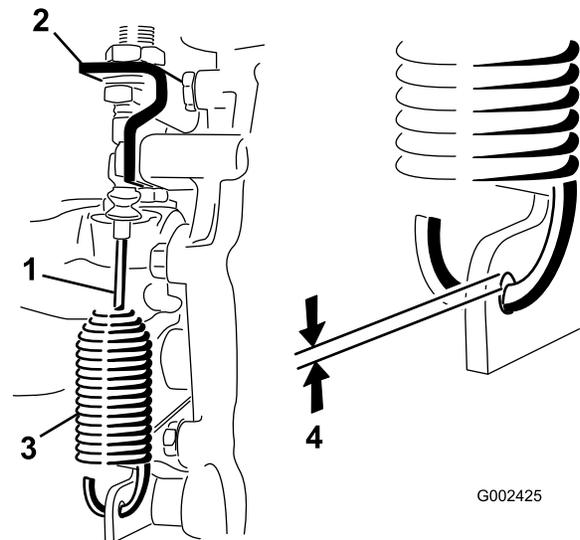

Figura 53
2. Alivie as porcas de segurança que fixam o cabo de bloqueio do diferencial ao suporte no eixo da transmissão (Figura 53).